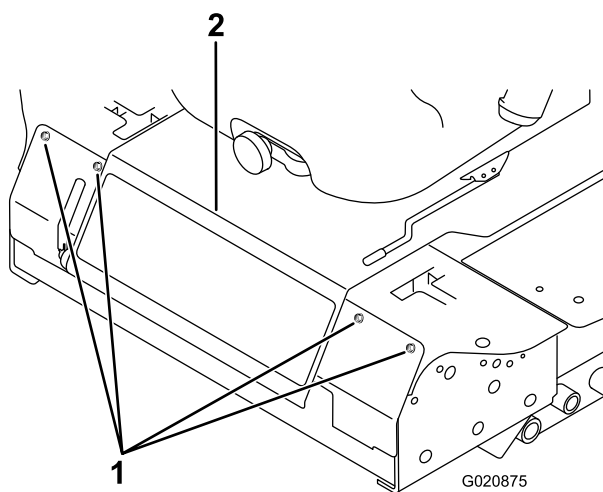

Figura 59
3. Afloje los pernos del panel delantero y retire el panel (Figura 59).